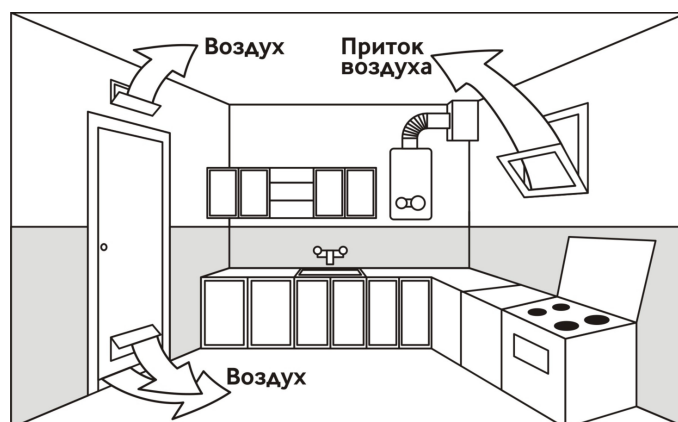

Рисунок 5. Место установки аппарата
5.1.3 При работе аппарата происходит сжигание кислорода в помещении. Поэтому оно должно иметь окно с форточкой для постоянного притока свежего воздуха во время работы водонагревателя. Решетки или щель в нижней части стены не должны наглухо закрываться (Рис. 5).
- Газоотводящая труба должна быть изготовлена из жаропрочных и коррозионностойких материалов, таких как: нержавеющая сталь, оцинкованная сталь, эмалированная сталь, алюминий с толщиной стенки не менее 0,5 мм. Необходимо убедиться в том, что в дымоходе имеется действительно хорошая тяга. (см. рис. 5).